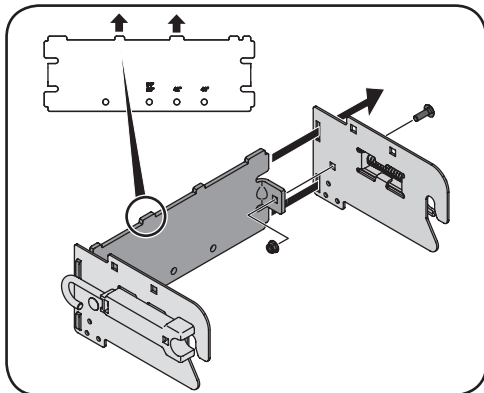

Figura 4-1
1. Inserte los extremos del soporte posterior a través de las estrechas ranuras de la parte posterior de cada soporte lateral. Vea la Figura 4-1.
2. Asegure las lengüetas dobladas del soporte posterior a los soportes laterales con un tornillo de carro (Ref. n°7) y tuerca de seguridad de nylon (Ref. n°9). Vea la Figura 4-1.
NOTA: Los pestillos de los soportes laterales deben colocarse con la abertura hacia abajo del lado exterior del soporte y las lengüetas del soporte posterior deben estar hacia arriba. Vea el recuadro de la Figura 4-1.